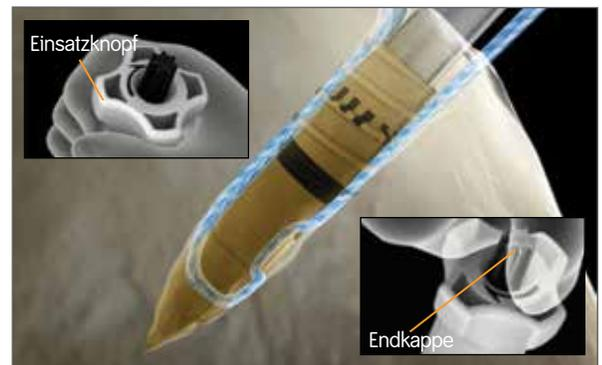

Abbildung 9
11. Stellen Sie sicher, dass der erste Gewindegang der Schraube guten Kontakt zum Knochen hat. Zum Einbringen der Schraube halten Sie den Druck auf das Setzinstrument aufrecht und drehen dann das Auslöserad im Uhrzeigersinn, bis die Schraube bündig mit der Kortikalis abschließt oder tiefer sitzt und das Auslöserad sich nicht mehr weiterdrehen lässt. **(Abbildung 9).**